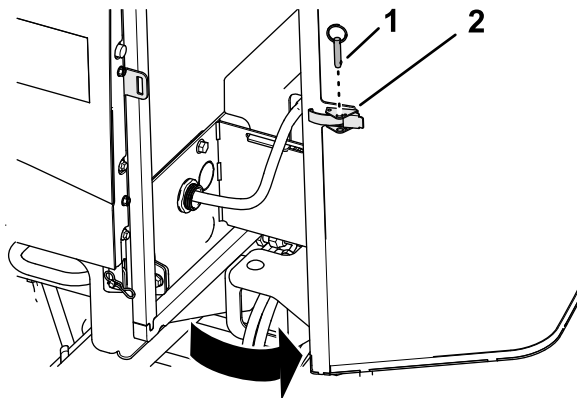

Рисунок 103
1. Извлеките штифт с кольцом из защелки решетки (Рисунок 103).